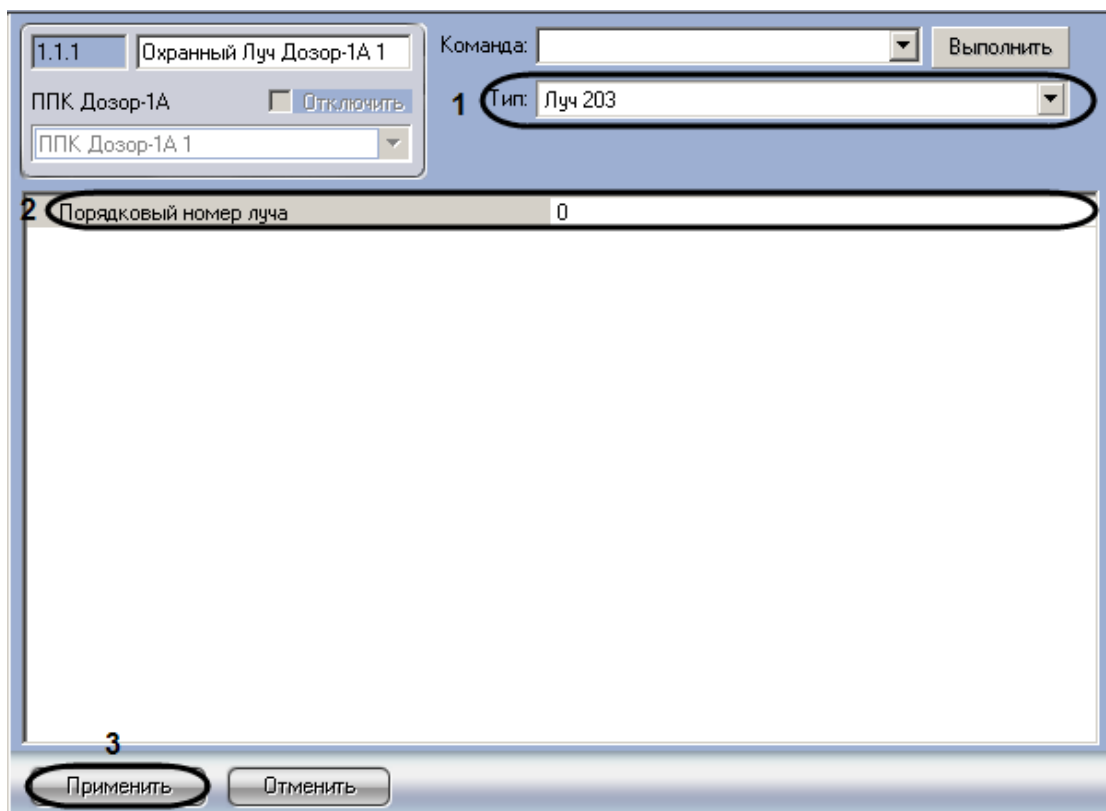

Рис. 3.6—2 Панель настроек объекта Охранный луч Дозор-1А
2. Из раскрывающегося списка **Тип** необходимо выбрать тип охранного луча с номером, который определяет набор входных и выходных параметров, а также алгоритм взаимодействий внешних устройств, входящих в этот луч (см. Рис. 3.6—2, **1**).
3. В поле **Порядковый номер луча** необходимо ввести адрес охранного луча (см. Рис. 3.6—2, **2**).